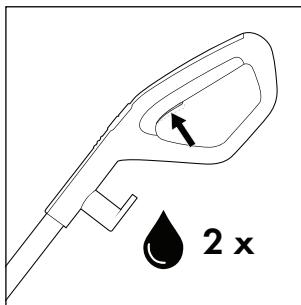
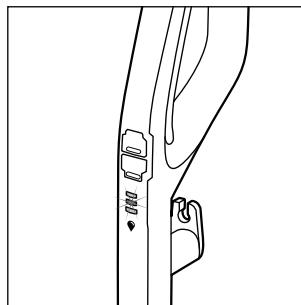

Fig. 18
Fig. 19
- ◆ Tryk kort to gange på kontakten til rengøringsopløsning ⑮ før brug for at aktivere den permanente sprayfunktion og gøre børsterullen ⑩ med rengøringsopløsning klar til brug (se fig. 18). Indikatoren for rengøringsopløsningen ⑯⑰ blinker blåt, når den permanente sprayfunktion er aktiveret, eller når der trykkes på kontakten til rengøringsopløsning ⑮ (se fig. 19).